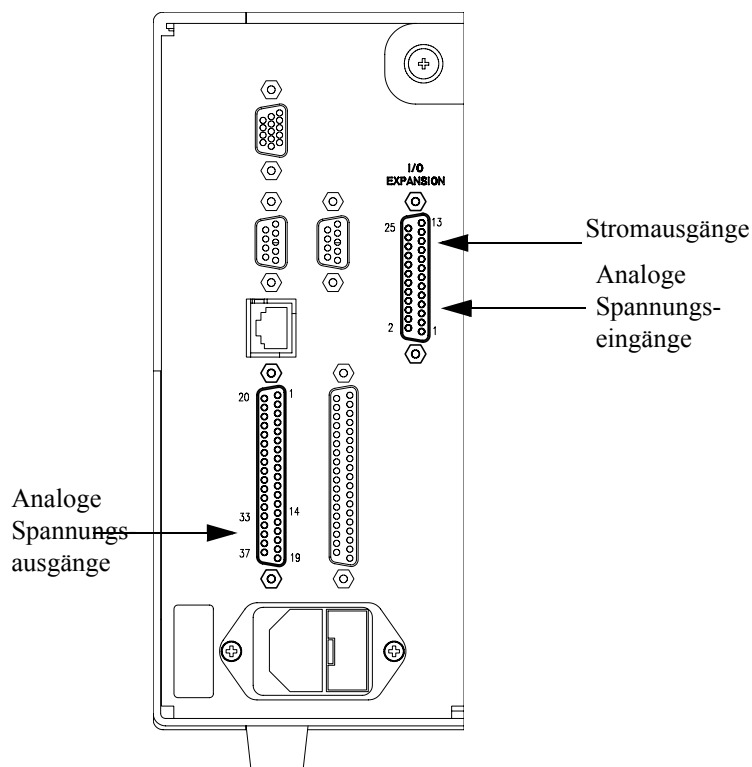

Figure 7-6. Analoge Eingangs- u. Ausgangspins auf der Geräterückseite
1. Meßgerät an den zu testenden Kanal anschließen. Abb. 7-6 zeigt die Belegung des Analogausgangs und aus Tabelle 7-4 können Sie die Zuordnung der zugehörigen Kanäle entnehmen
1. Schließen Sie an den Kanal der eingestellt werden muß ein Meßgerät an und stellen Sie es auf Spannung oder Strom. In Abb. 7-6 sehen Sie eine Abbildung der Pins der Analogausgänge. Die zugehörigen Kanäle finden Sie in Tabelle 7-4.
1. Bekannte Gleichspannungsquelle an den zu kalibrierenden Eingangskanal anschließen (1-8). Abb. 7-6 zeigt die Pins des Analogeingangs und in Tabelle 7-5 finden Sie zugehörigen Kanäle.